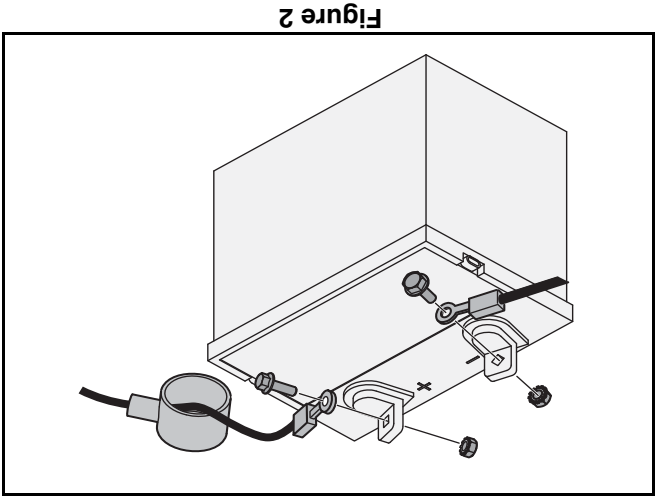

Figure 2
1. Enlevez le couvercle en plastique, si équipé, de la borne positive de la batterie et attachez le câble rouge à la borne positive de la batterie (+) avec le boulon et l'écrou à six pans. Voir la Figure 2.
2. Enlevez le couvercle en plastique, si équipé, de la borne négative de la batterie et attachez le câble noir à la borne négative de la batterie (-) avec le boulon et l'écrou à six pans. Voir la Figure 2.